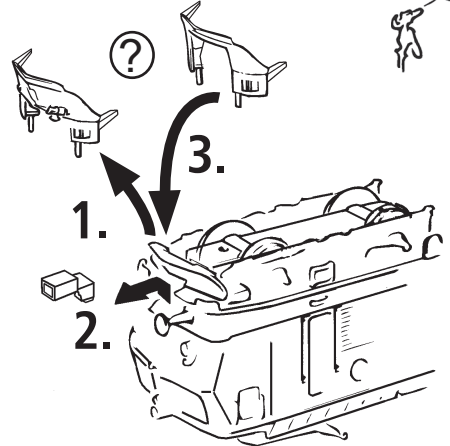

Fig. 3
**2. Schmierung:** Versehen Sie die im Schmierplan in Fig. 8 gekennzeichneten Stellen mit nur **kleinen Öltropfen**. Dazu zuerst das Lokgehäuse abnehmen (Fig. 3). Wir empfehlen den **ROCO Öler Art.-Nr. 10906**. Fürs Schmieren der Getriebeteile (Zahnräder, Schnecke) empfehlen wir das **ROCO-Spezialfett Art.-Nr. 10905**. Im Falle der Schmierung diese Teile **nicht ölen**.
**Mehrzugbetrieb:** Zuerst Lokgehäuse abnehmen (Fig. 3). Danach den Brückenstecker aus der Schnittstelle entfernen (diesen sorgsam aufbewahren). Danach den Stecker des Dekoders lagegerecht einsetzen (Fig. 5).
**4. Motorwechsel:** Lokgehäuse abnehmen (Fig. 3). Danach wird der Motor ausgebaut und ausgetauscht (Fig. 9).
**2. Lubrication:** Apply **tiny oil drops** to spots marked in fig. 8. Prior to lubrication dismantle locomotive (fig. 3). We recommend using item no. **10906, Roco oiler**. For lubrication the gearparts (e.g. cogwheels, worm) we would recommend our Roco **special grease** (item no. **10905**). **Attention:** Please do not oil these parts when using our grease.
**4. Motor Changing:** First remove loco body (fig. 3), and then the motor (fig. 9).
**2. Graissage:** N'appliquez **qu'une toute petite goutte** aux endroits indiqués par le plan de graissage (fig. 8) après avoir démonté la caisse de la locomotive (fig. 3). Nous vous recommandons **le graisseur à huile Roco réf. 10906**. Pour graisser les engrenages (roues dentées, vis sans fin) nous vous conseillons la **graisse spéciale Roco réf. 10905** pour engrenages en matières synthétiques. Lorsque vous utilisez cette graisse il faut éviter d'huiler ces composants.
**4. Remplacement du moteur:** Démontez la caisse (fig. 3). Démontez ensuite le moteur (fig. 9).